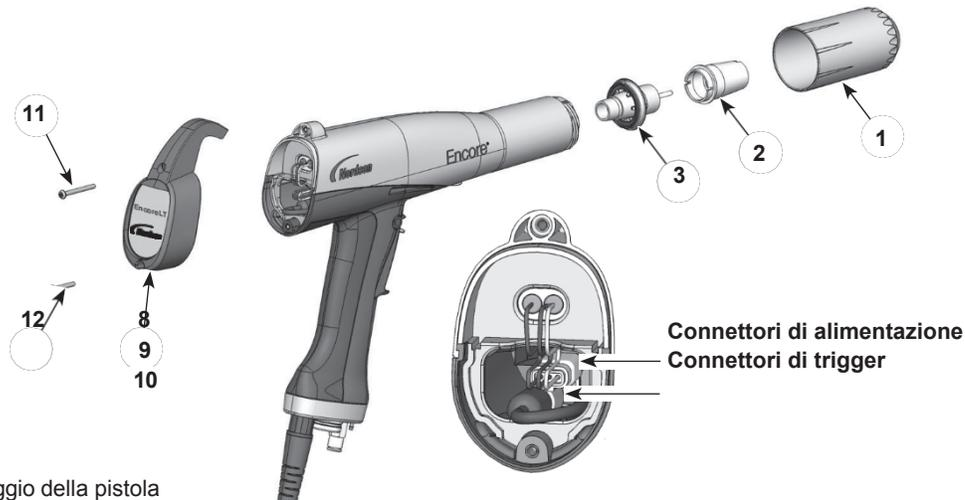
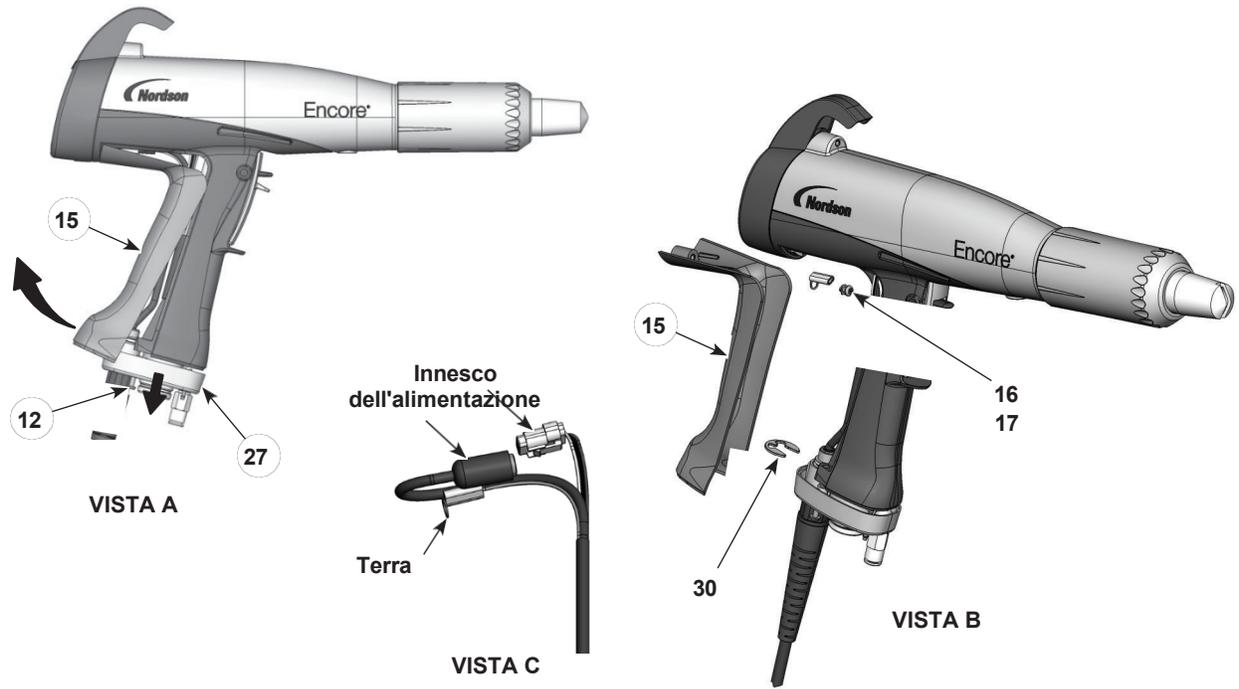

Figura 12 Smontaggio della pistola
Figura 16 Sostituzione del cavo
1. Vedere Figura 12. Rimuovere il dado dell'ugello (1), l'ugello (2) e il gruppo elettrodi (3).
2. Rimuovere le viti (11, 12) e il gancio (10), il coperchio (8) e l'alloggiamento (9).
4. Vedere Figura 12. Installare il coperchio (8), l'alloggiamento (9) e il gancio (10) come mostrato.
5. Installare il gruppo elettrodi (3) nella parte anteriore del corpo della pistola. Assicurarsi che il filo l'elettrodo non sia piegato o rotto.
6. Installare l'ugello (2) sull'armatura dell'elettrodo, assicurandosi che le chiavette nell'elettrodo Il gruppo di montaggio scorre nelle fessure dell'ugello.
7. Installare il dado dell'ugello (1) sull'ugello e ruotare in senso orario per fissarlo.
2. Vedere Figura 12. Rimuovere la vite inferiore (12) dall'alloggiamento (9).
3. Vedere Figura 16, vista A. Allentare le due viti M3 x 20 (12) che fissano la base della maniglia. (27) alla maniglia.
4. Allontanare la base dall'impugnatura quanto basta per liberare il bordo inferiore del tappetino di terra. (15) dalla base.
6. Vedere Figura 16, Vista B. Rimuovere la vite M3 x 6, la rondella di bloccaggio (16, 17) e la vite di terra. dalla piazzola di terra.
7. Rimuovere l'anello a E (30) dal cavo.
8. Vedere Figura 16, vista C. Estrarre i connettori dei cavi dall'impugnatura. Scollegare il cablaggio dell'alimentatore dal cavo della pistola inserendo un piccolo cacciavite a lama piatta nella fessura del connettore del cablaggio dell'alimentatore per sbloccare il fermo.
1. Vedere Figura 16. Far passare un nuovo cavo attraverso la base della maniglia (27), quindi installare l'anello ad E. (30) sul cavo per tenerlo in posizione.
3. Collegare il terminale del cavo alla piazzola di terra (15) con la vite M3 x 6 e la rondella di sicurezza (16, 17).
5. Agganciare la parte superiore del cuscinetto di terra (15) nel corpo della pistola, quindi ruotarlo in posizione su la maniglia.
6. Spingere la base della maniglia (27) contro l'impugnatura e il cuscinetto di massa e serrare saldamente le due viti M3 x 20 (12) nella base.
7. Vedere Figura 12. Installare la vite M3 x 20 inferiore (12) nell'alloggiamento (9) e serrarla. in modo sicuro.
1. Vedere la Figura 16. Rimuovere la piastra di terra come descritto nei *passi 1-5 della rimozione del cavo*. Non è necessario scollegare il cavo di terra dalla piastra di terra.